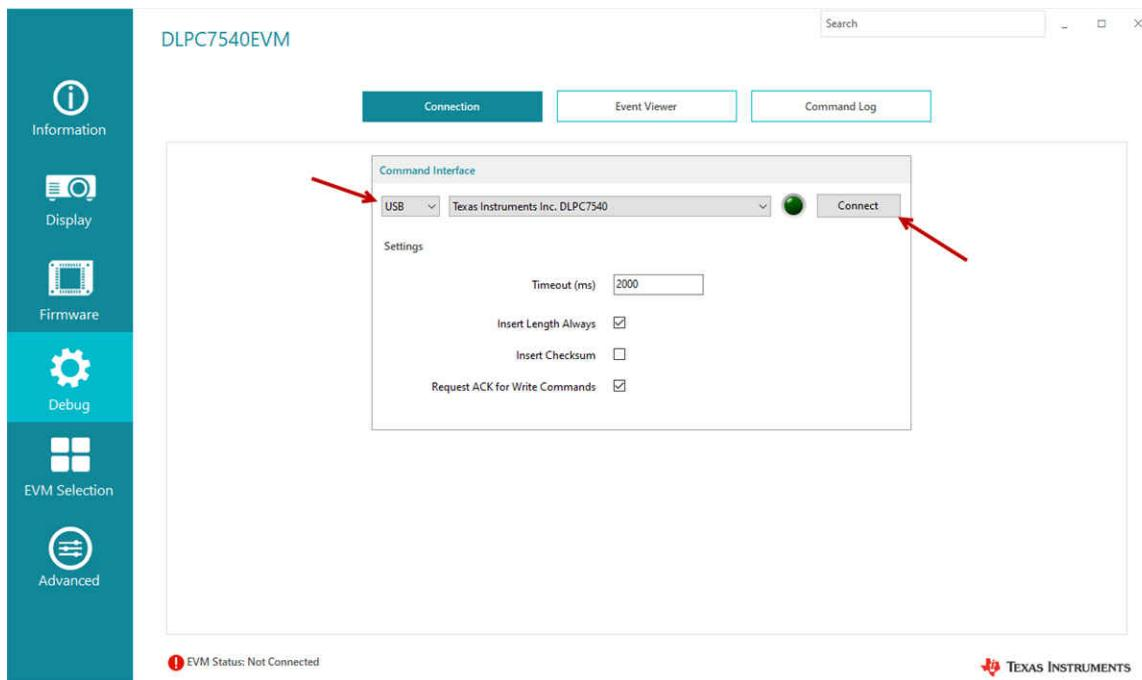

图 2-3. 命令界面设置
- b. 对于 USB，请选择 USB 接口并点击“Connect”（图 2-3）。注意：USB 是将固件闪存映像下载到 EVM 的首选接口，因为它比 I2C 快得多，并且不需要任何额外的硬件。